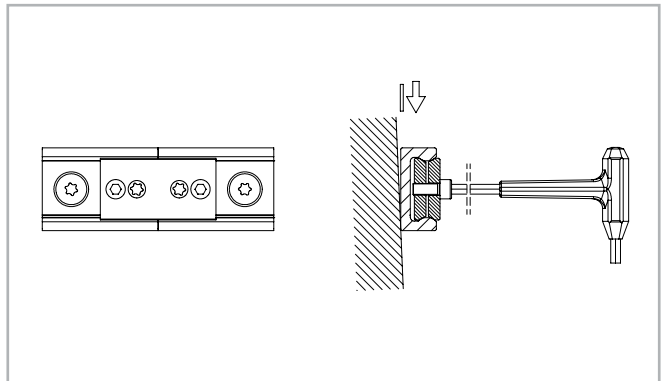

Abb. 81
- (3) Platzieren Sie die Fluchtvorrichtung am Schienenstoß und ziehen Sie beide Einstellschrauben gleichmässig an, bis die Laufbahnen ausgerichtet sind (s. Abb. 81).
- (4) nach dem vorangegangenen Schritt (3) ist zu prüfen, ob beide Schienenrückseiten plan auf der Montagefläche aufliegen. Sollte sich dort ein Spalt gebildet haben, so ist dieser zu unterlegen.